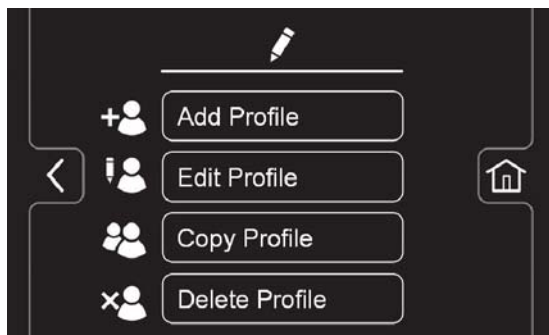

РИС. 150
11. Для управления созданными профилями пользователей можно использовать кнопки Редактировать, Копировать и Удалить (Рисунок 150).